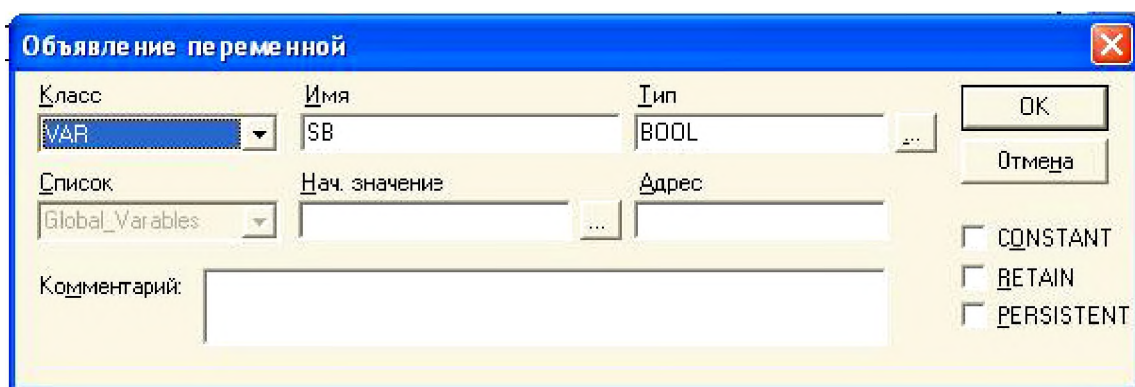

Рис. 9. Окно объявления переменной
3. Нажимаем «Enter». Открывается окно Объявление переменной, запрашивающее, к какому классу переменных будет отнесен наш элемент (рис. 9).